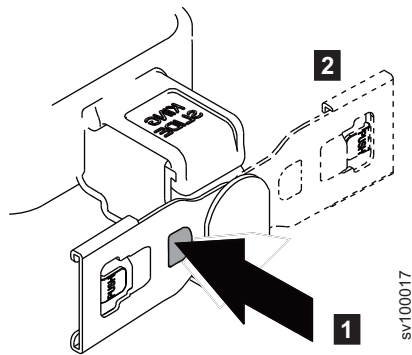

图 16. 反转组合件的方向
- a. 按 第 24 页的图 16 中标记为 **PUSH** 的按钮。